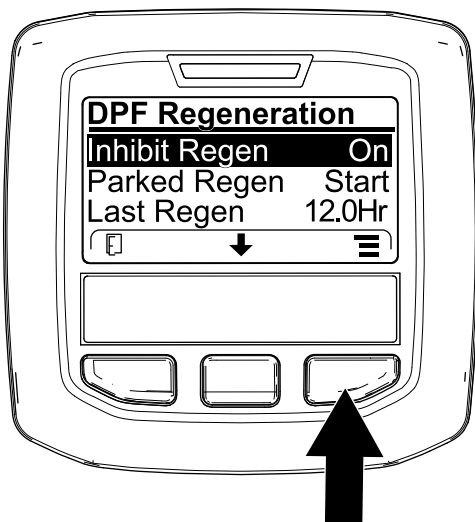
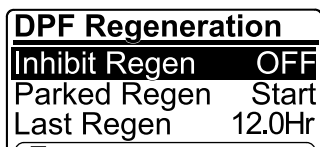

Figura 60
Figura 61
1. Aceda ao menu Regeneração do DPF, prima o botão central para ir até à opção INIBIR REGENERAÇÃO e prima o botão direito para selecionar a entrada Inibir regeneração (Figura 60).
2. Prima o botão direito para alterar a definição da Inibição da regeneração de Ligar para Desligar (Figura 60) ou de Desligar para Ligar (Figura 61).